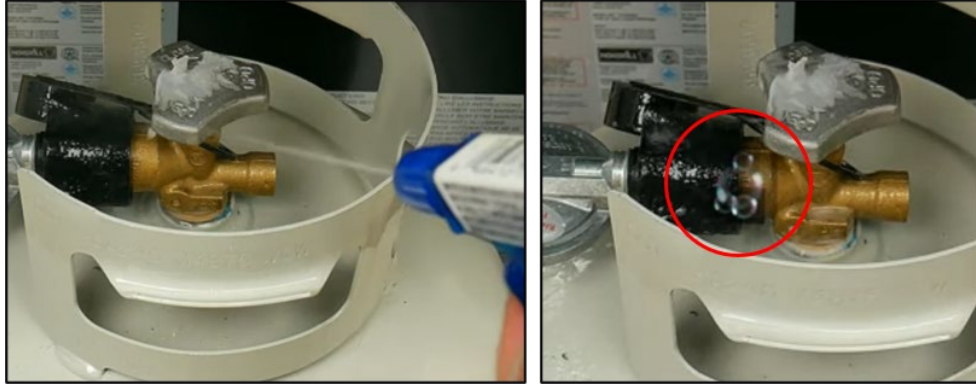

Ilustración 27 Prueba de detección de filtraciones con rociador y burbujas
3. Rocíe la solución de agua jabonosa en todas las juntas del sistema de suministro de gas (Ilustración 27).